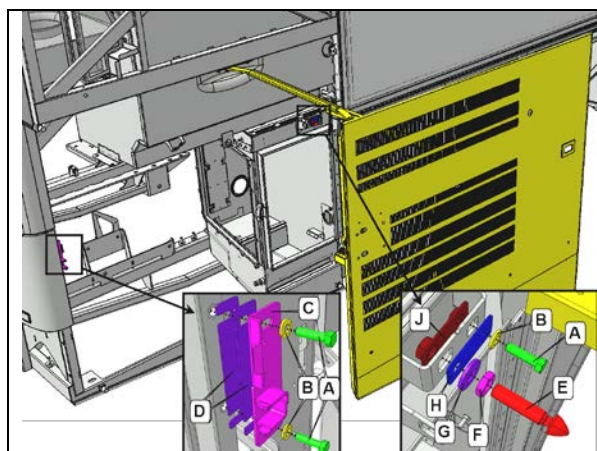

FIGURE 48: INSTALLATION DE LA PORTE - SYSTÈME DE LOQUET
1. Pour ajuster la position, la porte doit pouvoir bouger librement. Vous devrez donc enlever la goupille E et la plaque de butée C (Figure 48).